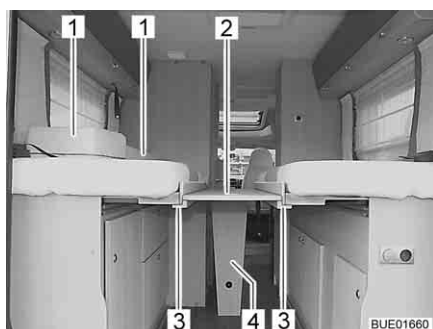
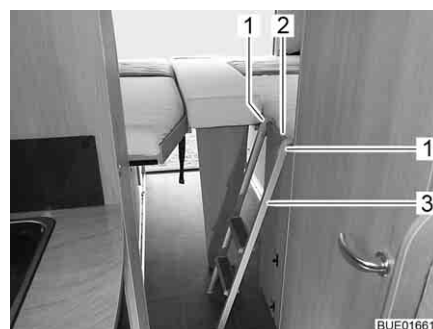

Fig. 84 Rallonge latérale de lit, posée
Fig. 85 Echelle de montée
- Déplier le support (Fig. 84,4) de la rallonge latérale de lit (Fig. 84,2).
- Poser la rallonge latérale de lit sur les deux supports (Fig. 84,3) des sommiers à lattes de manière à ce que le bord arrière de la rallonge affleure aux sommiers (Fig. 84).
- Placer deux coussins supplémentaires (Fig. 84,1) sur la rallonge latérale de lit (Fig. 85).
- Accrocher l'échelle de montée (Fig. 85,3) à la barrette (Fig. 85,2) du sommier à lattes à l'aide des deux étriers (Fig. 85,1).